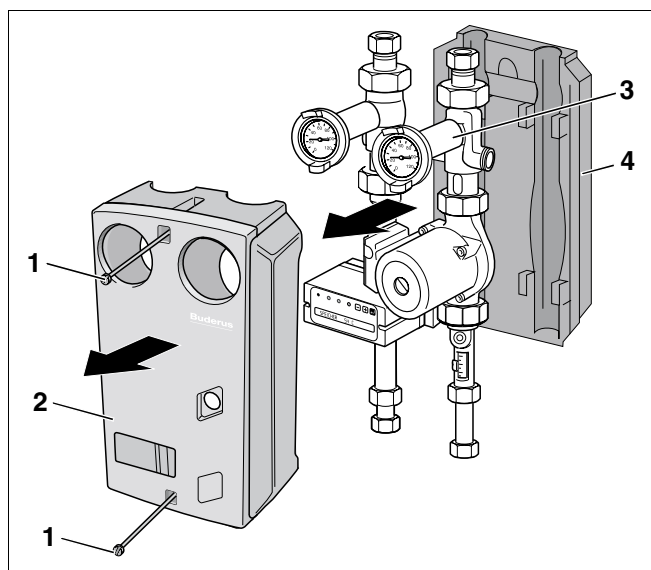

Fig. 10 Desmontar o isolamento térmico dianteiro
- Solte os dois parafusos plásticos (Fig. 10, **Item 1**).
- Retire o isolamento térmico dianteiro (Fig. 10, **Item 2**).
- Retire o grupo de tubos (Fig. 10, **Item 3**) do isolamento térmico traseiro (Fig. 10, **Item 4**).